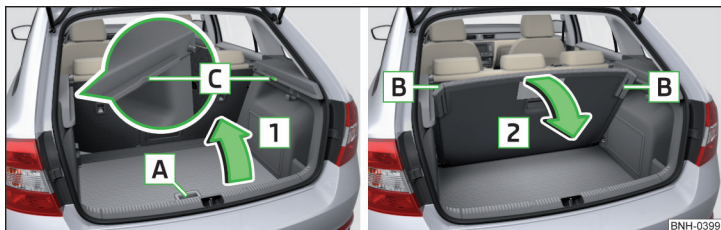

Fig. 95 Ridicarea / coborârea podelei variabile
- ▶ Prindeți podeaua variabilă de mânerul **A** » fig. 95.
- ▶ Prindeți podeaua variabilă în mijloc sau de mânerul **A** » fig. 95.